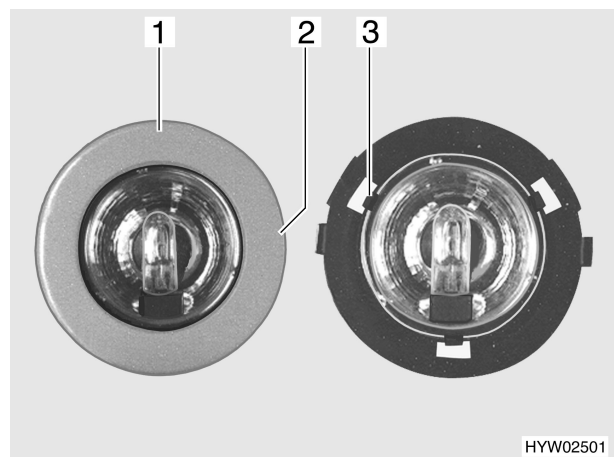

Bild 152 Halogenleuchte (Variante 2)
- Langsam die Blende (Bild 152,1) drehen, bis die Nase (Bild 152,2) des Gehäuses in der darunter liegenden Blendennut einrastet.
- Drei Klammern (Bild 152,3) halten die Glasscheibe der Halogenleuchte im Gehäuse. Eine der drei Klammern zur Seite drücken.